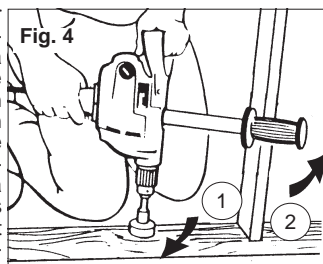

Fig. 4
Si le foret reste coincé, la perceuse va brutalement réagir dans le sens opposé à la rotation. La figure 4 montre le sens de la réaction (1) lorsque le foret tourne en sens horaire (2). L'utilisateur devrait réduire les risques d'un mouvement de recul en suivant les instructions énumérées ci-dessous.